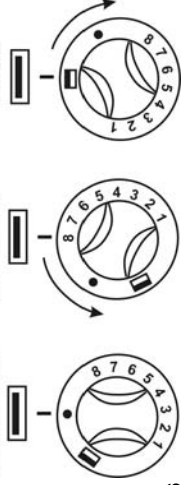

Рис. 6
- Потребляемую мощность горелки, а тем самым и температуру духовки, можно регулировать ручкой термостата (рис. 6).
- Установите ручку термостата духовки в положение, соответствующее выбранной температуре (см. рис. 6 и таблицу на стр. 9).
- Установите ручку термостата духовки в положение „ГРИЛЬ“ (рис. 6).